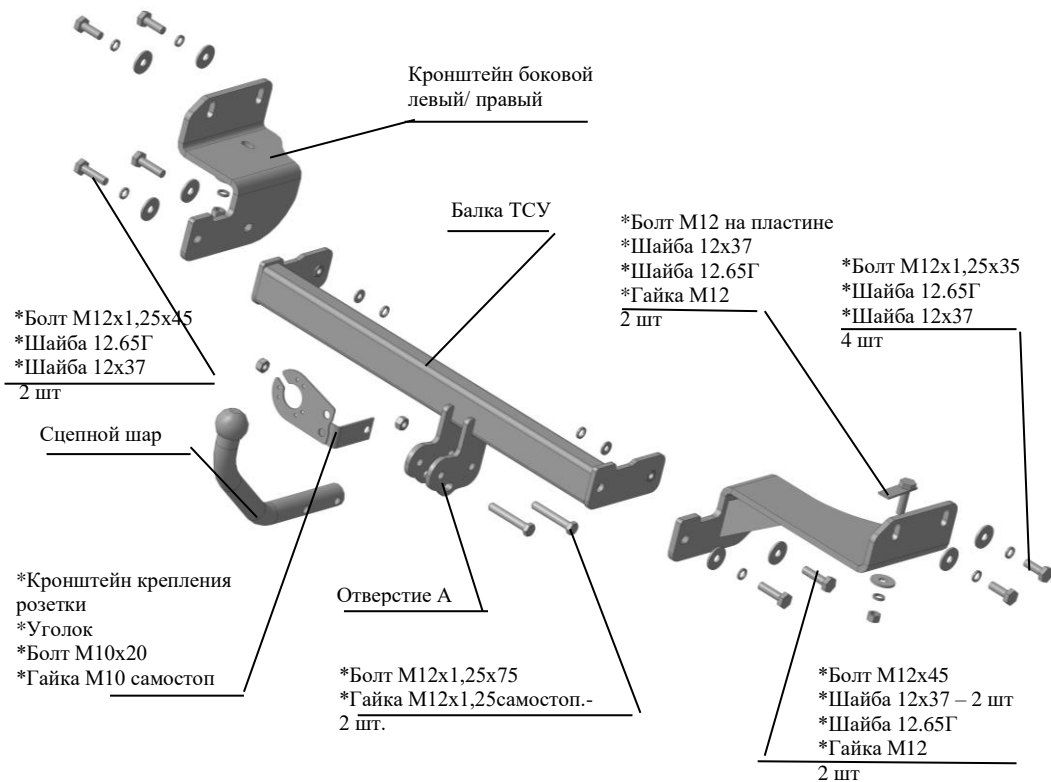

Рис.1 Тягово-сцепное устройство 7334
2.1 ТСУ 7334 в сборе (рис.1)	1 шт.
2.2 Пакет с комплектующими (см. рис.1)	1 шт.
4.2 Установить боковые кронштейны ТСУ (правый и левый соответственно рис.1), закрепив к нижним полкам лонжеронов болтами на пластине (вставить болты внутрь лонжеронов) и гайками М12, подложив под гайки шайбы 12.65Г и 12х37, к внешним боковым сторонам лонжеронов а/м- болтами М12х1,25х35, под головки болтов подложив шайбы гроверные 12.65Г и шайбы 12х37. Крепеж не затягивать.